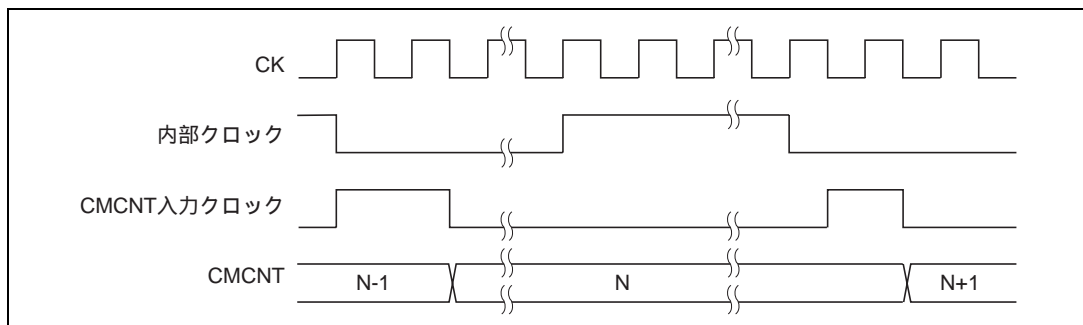

図 15.3 カウントタイミング
CMCSR の CKS1、CKS0 ビットにより、システムクロック (CK) を分周した 4 種類のクロック ($\phi/8$ 、 $\phi/32$ 、 $\phi/128$ 、 $\phi/512$) が選択できます。このときのタイミングを図 15.3 に示します。